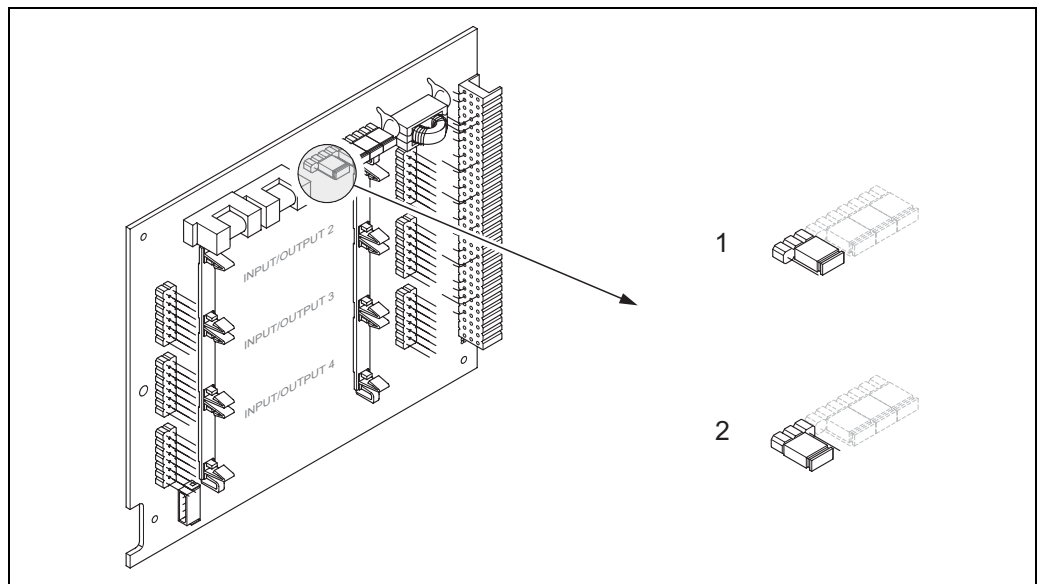

Fig. 30: Attivazione/disattivazione della protezione di scrittura HART
3. Attivare o disattivare la protezione di scrittura HART mediante il ponticello, se possibile (→Fig. 30).